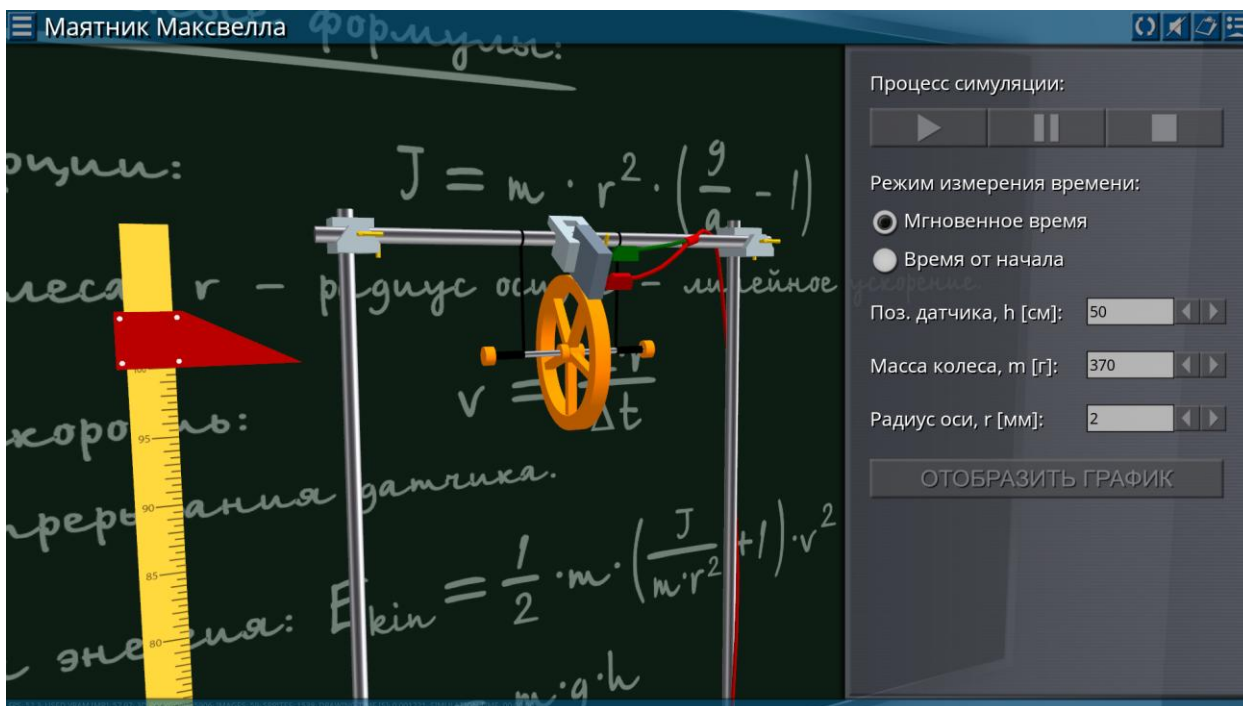

Рисунок 7 – Пример отображения панели параметров в правой части экрана
Кнопка сброса параметров (1) лабораторной установки предназначена для возврата виртуальной лабораторной работы в исходное состояние. С помощью кнопки (2) пользователь может отключить/включить звуковое сопровождение. При нажатии на кнопку (3) формируется отчет с результатами выполненных измерений в формате CSV-таблицы. В настольной версии приложения отчет автоматически открывается связанной с данным типом файлов программой (например, Microsoft Excel). В веб-версии файл отчета загружается с использованием стандартной функции загрузки файла веб-браузером. Данные записываются в отчет в процессе выполнения эксперимента. При этом в большинстве лабораторных работ событие записи результата измерения в отчет сопровождается характерным звуковым сигналом. Кнопка (4) предназначена для отображения или скрытия основной панели параметров лабораторной работы. Каждая лабораторная работа имеет собственный набор параметров, отображаемых на панели (рисунок 7).